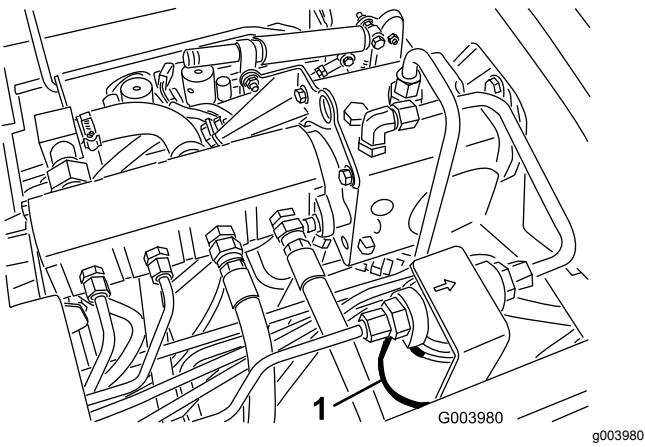
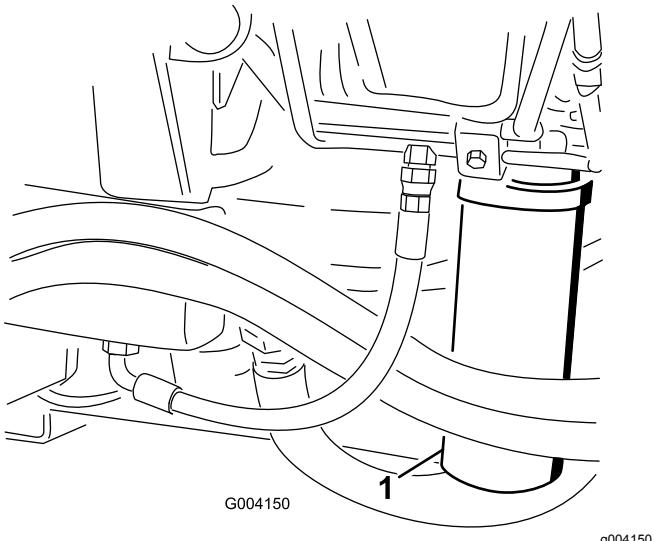

Figura 69
Figura 70
2. Pulite l'area di montaggio del filtro e collocate una bacinella di spurgo sotto il filtro (Figura 69 e Figura 70).